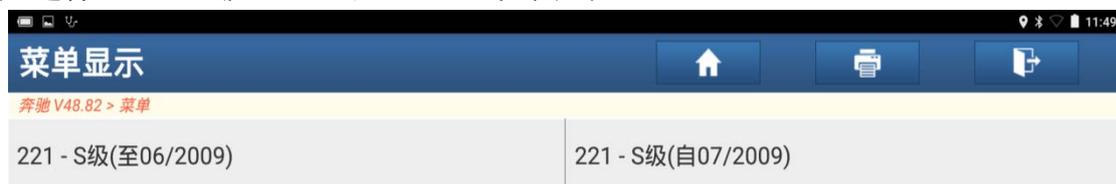

图 2
2). 选择“221-S 级（至 06/2009）”，如图 2；